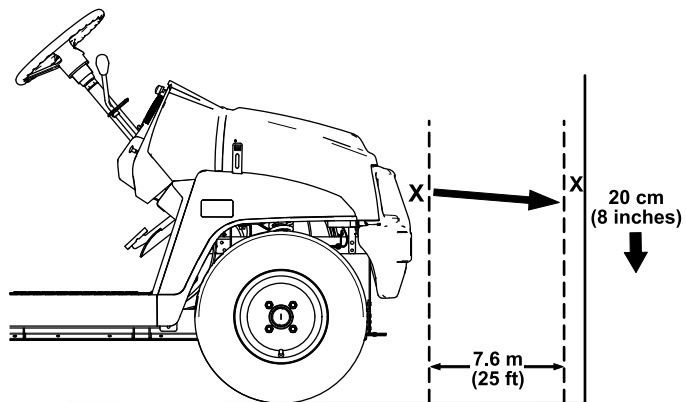

Figure 52
1. Garez la machine sur une surface plane et horizontale avec les phares à environ 7,6 m (25 pi) devant un mur (Figure 52).
La partie la plus brillante du faisceau doit se trouver 20 cm (8 po) en dessous du repère que vous avez fait sur le mur (Figure 52).